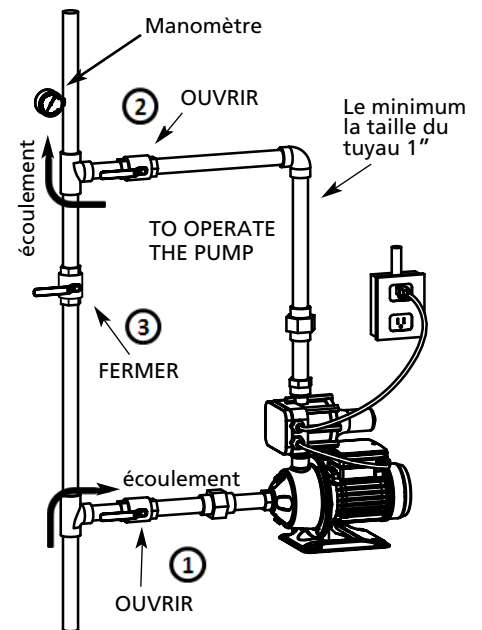

Figure 2 – rappel des ménages typique installation.
Si le système n'en comporte pas déjà une, installer dans le tuyau de refoulement de la pompe une soupape de décharge capable de décharger tout le débit de la pompe à la pression de 100 PSI (689 kPa) (voir Figure 2, page 4). Si le code local exige l'installation d'une soupape de décharge capable de décharger tout le débit de la pompe à une pression inférieure à 100 PSI (689 kPa), se conformer à cette exigence. Acheminer la décharge de la soupape de décharge vers un avaloir de sol ou autre drain permettant une évacuation adéquate.
14. Réglez le robinets à tournant sphérique comme image (Figure 2) Ouvrez le robinet le plus proche et branchez la pompe électrique à un sortie
cordon d'alimentation sec en toute circonstance. Voir Figure 2, page 5.